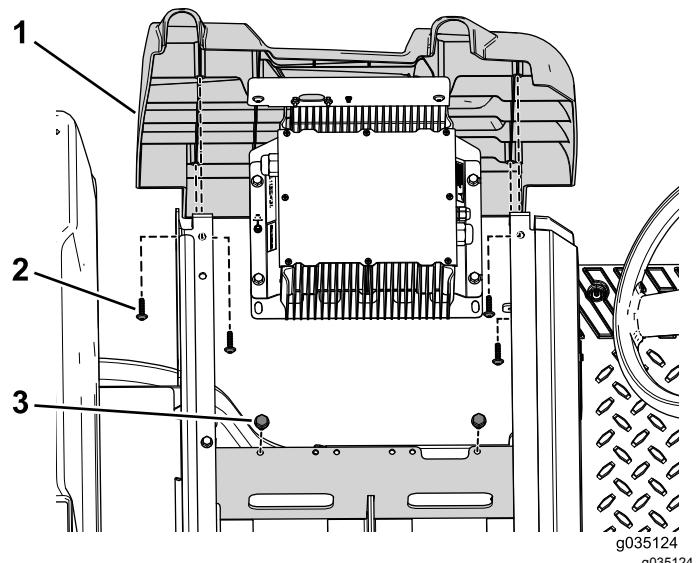

Figura 10
2. Rimuovete i 2 bulloni che fissano la staffa del caricabatterie al vassoio della batteria (Figura 10).
3. Rimuovete le 4 viti autofilettanti che fissano il pannello laterale sinistro alla macchina (Figura 10).
1. Fissate il pannello sinistro utilizzando le 4 viti autofilettanti rimosse in precedenza (Figura 10).
2. Fissate la staffa del caricatore al vassoio della batteria utilizzando i 2 bulloni rimossi in precedenza (Figura 10).